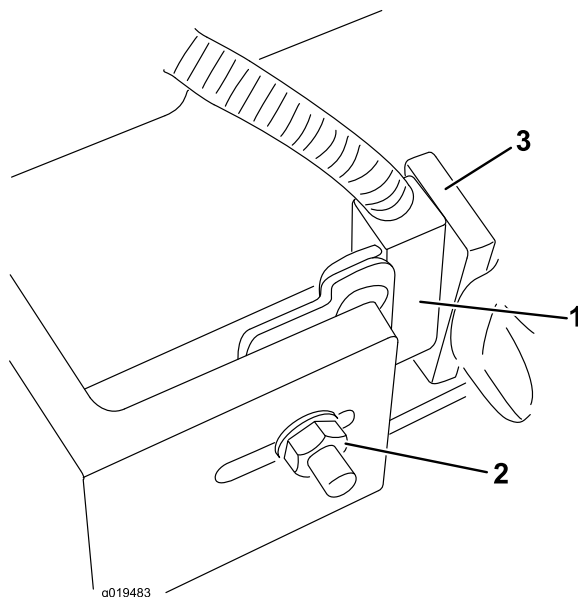

Figure 80
2. Desserrez l'écrou du boulon de carrosserie qui fixe le support du commutateur de bras de levage au bras n° 4, 6 ou 7 (**Figure 80**).